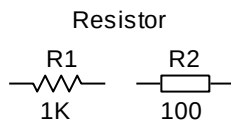

Рис. 5.2 – УГО резистора
5.2.1 Резистор (Resistor) (рис. 5.2)
Можно, например, задать *Main* (см. рис. 5.2, R1) или *Euro* (см. рис. 5.2, R2). Используется для выбора стандарта условного графического обозначения компонента на текущей принципиальной схеме.